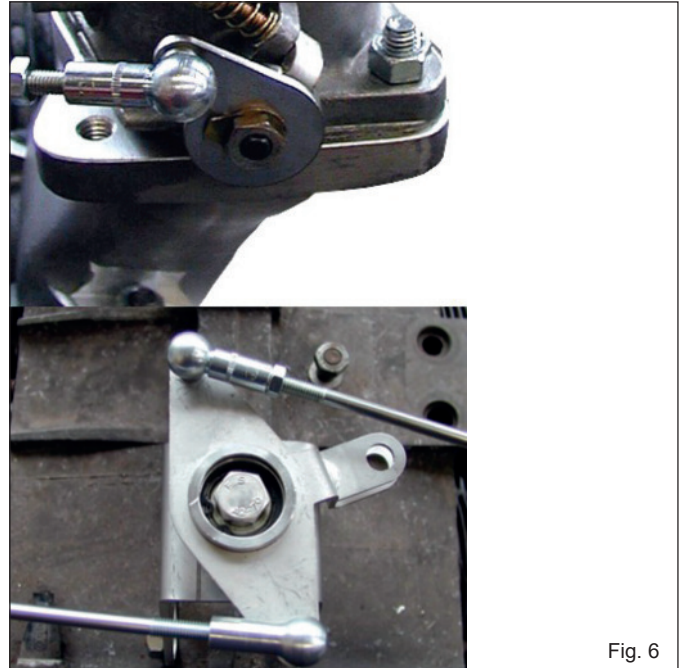
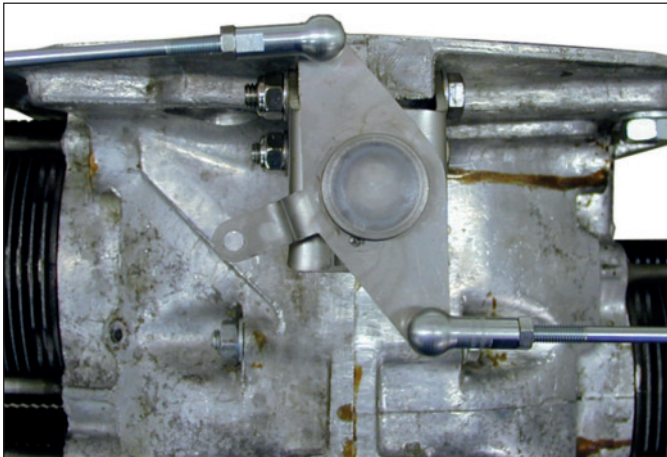

Fig. 6
Fig. 7
The manifolds can be installed in two directions. The throttle levers needs to operate in the pull principle. Therefore the push rods must be replugged on the center bellcrank. (Fig.6)
Bei diesen Ansaugstutzen können die Vergaser um 180° versetzt montiert werden. Es erfolgt die Ansteuerung der Drosselklappenhebel im Druckprinzip. (siehe Fig.6) Hierbei müssen die Schubstangen am Drehbock umgesteckt werden. (siehe Fig.6)
**NOTE:** The push rods need to be adjusted to proper length. When carbs are in half throttle the center mount lever needs to be aligned with the case joint. (Fig.6+7)
**ANMERKUNG:** Um einen gleichmäßigen Lauf des Gasgestänges zu gewährleisten ist es notwendig, die Schubstangen so einzustellen, dass der Dreiarmhebel am Drehbock in Ausgangsstellung (Leerlauf) (Fig.6) und Endstellung (Volllast) (Fig.7) im gleichen Winkel zur Mittellinie des Motorblockes steht.